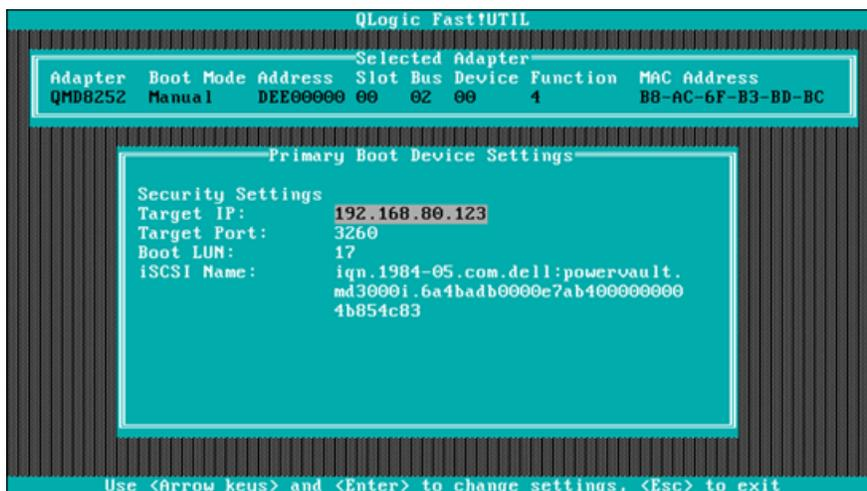

Figure 5-26. Fast!UTIL : Fenêtre Primary Boot Device Settings (Paramètres de périphérique de démarrage principal)
8. Dans la fenêtre Primary Boot Device Settings (Paramètres du périphérique d'amorçage principal) (voir Figure 5-26), définissez les paramètres cible.